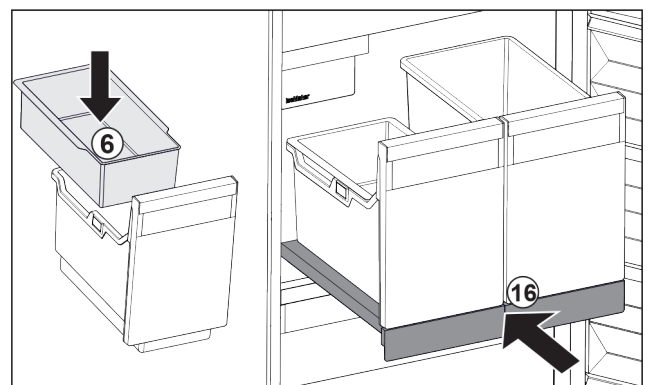

Fig. 101
- ▶ Inhangschaal Fig. 101 (6) voor ijsblokjes aanbrengen.
- ▶ Uitschuifplateau met bak (IceTower) er inschuiven. Fig. 101 (16)